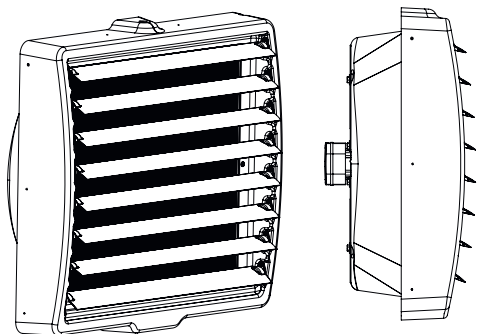

Рис. 1
5.1 Тепловентилятор имеет прочный корпус из высококачественного пластика. Внутри корпуса расположен осевой вентилятор и водяной воздушонагреватель (рисунок 1).